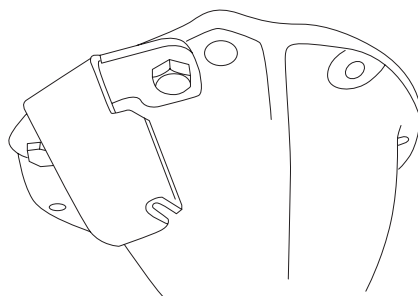

Рис. 8
11. После установки редуктора в сборе с блокировкой в балку моста, установите защитный кожух штуцера ввода воздуха в мост [3] под болт крепления крышки согласно **Рис. 8**.